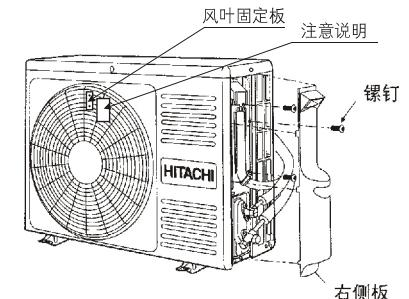

图23
(1) 将右侧板拆开。(如图23)
(2) 将截止阀的纳嘴与密封帽拆开。